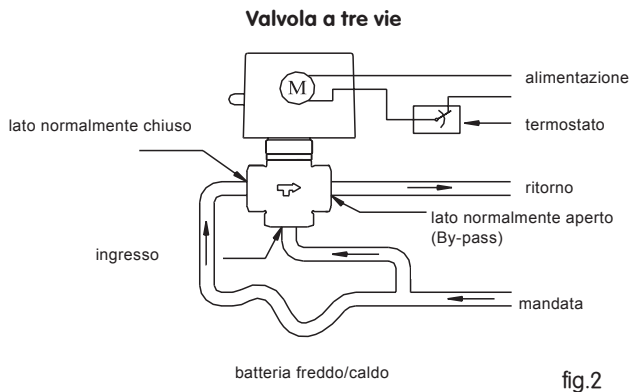
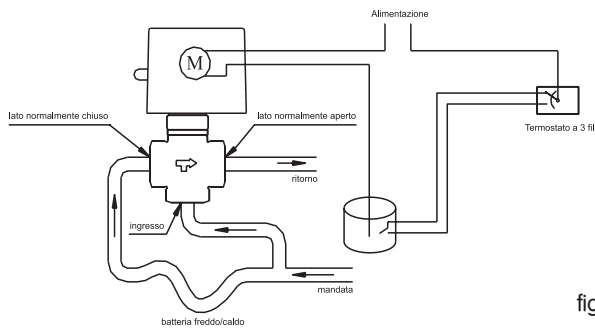

fig.2
fig.3
**Valvola a 3 vie/deviatrice:** il lato normalmente chiuso è l'utenza e normalmente aperto è by-pass (l'ingresso non è marchiato) (fig.2 e fig.3).